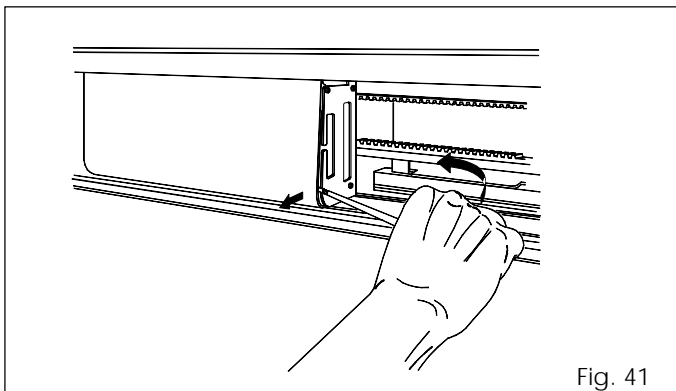

Fig. 41
- Per rimuovere il coperchio di protezione dell' unità di controllo SDM, far leva delicatamente con un cacciavite come in fig. 41.